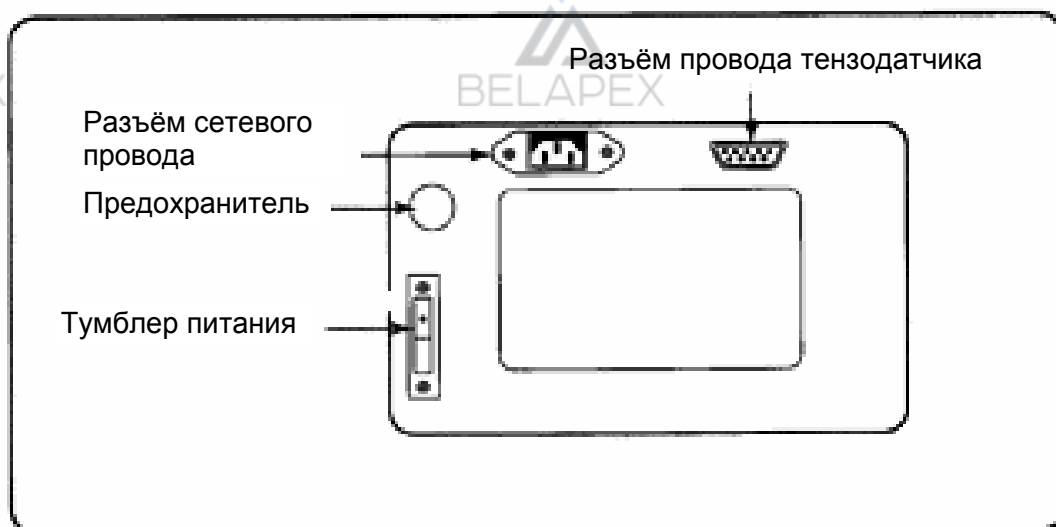

Рис. 1 Общий вид, основные конструктивные элементы
Перед эксплуатацией необходимо произвести сборку весовой системы. Основные составляющие элементы весовой системы проиллюстрированы на рис. 1.
- Установите индикаторную стойку сверху кронштейна основания весов (см. рис. 1). Крышка стойки должна быть обращена к платформе.